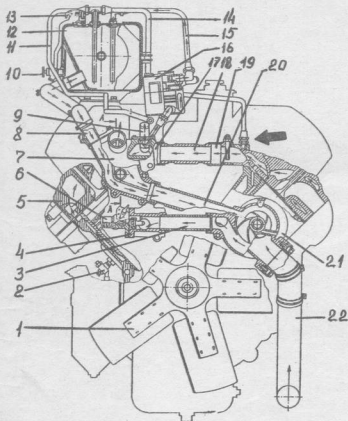

Рис. 9. Схема системы охлаждения:
18. Отвернуть накидную гайку перепускной трубы 14 (Рис. 9) от двигателя к расширительному бачку и отсоединить перепускную трубку от штуцера левой водяной трубы 19. Работа выполняется на